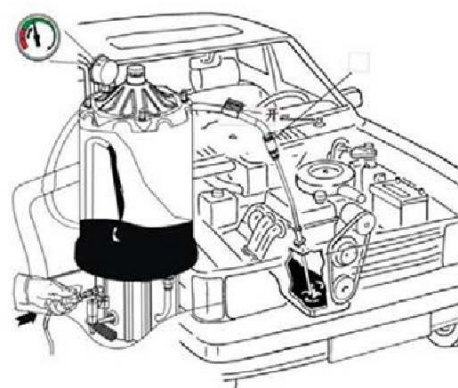

Рис.8
1. **Вентиль (3) (рис.8) должен быть закрыт, чтобы исключить попадания воздуха в мерную колбу и ее повреждение.**